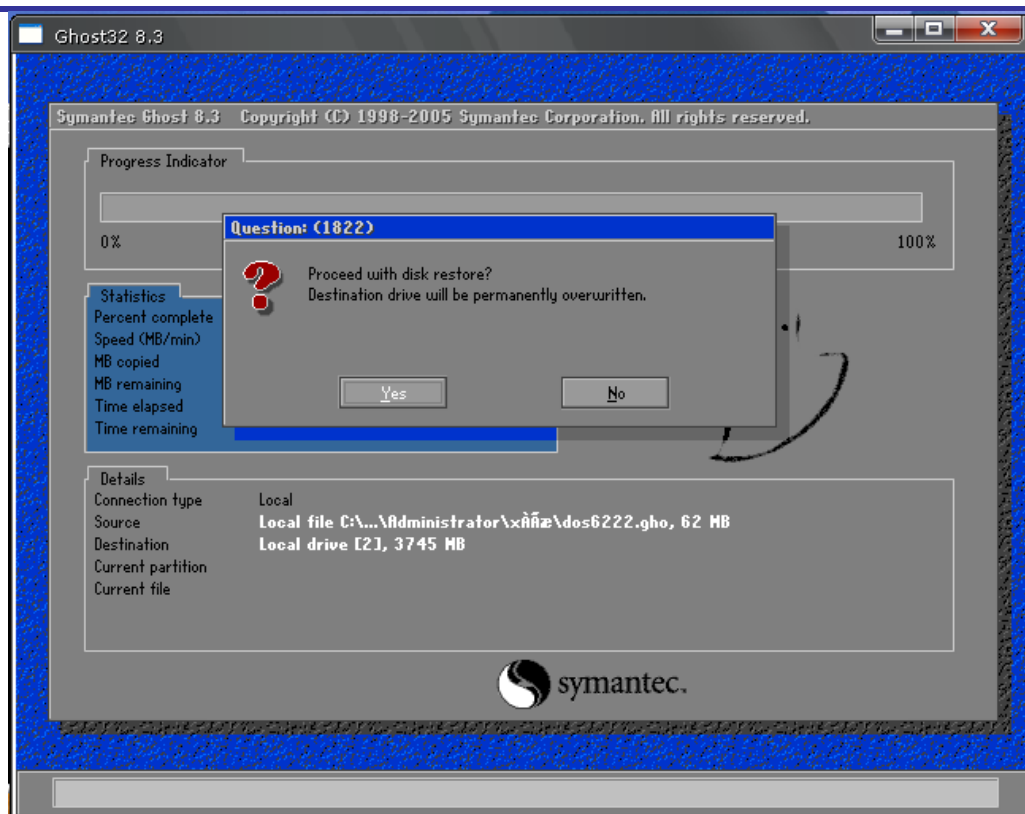

图 2-9 安装系统确认对话框
10) 点击“OK”后出现如下图 2-9 所示安装系统确认对话框。